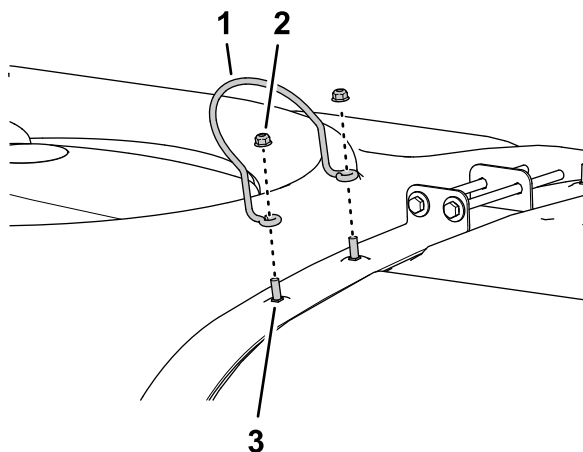

図 12
1. タンクのふたのストップを液剤タンクの後部固定ベルトのキャリッジボルト2本に固定しているフランジロックナット2本を外してタンクのふたのストップを取り外す 図 12。